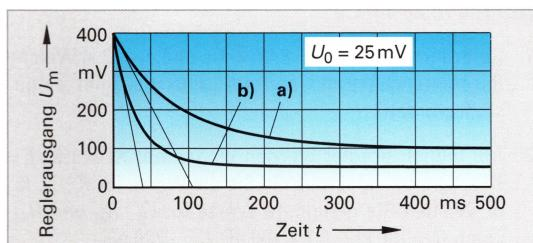

Bild 3: Sprungantworten realer PDT₁-Regler
- Bestimmen Sie aus den Sprungantworten in Bild 3 sämtliche Kenngrößen der PDT₁-Regler.
- Skizzieren Sie geänderten Verlauf der Sprungantwort in Bild 3 (Kurve a), wenn a) K_p verdoppelt; b) T_d verdoppelt; c) gleichzeitig K_p halbiert und T_d verdreifacht wird?